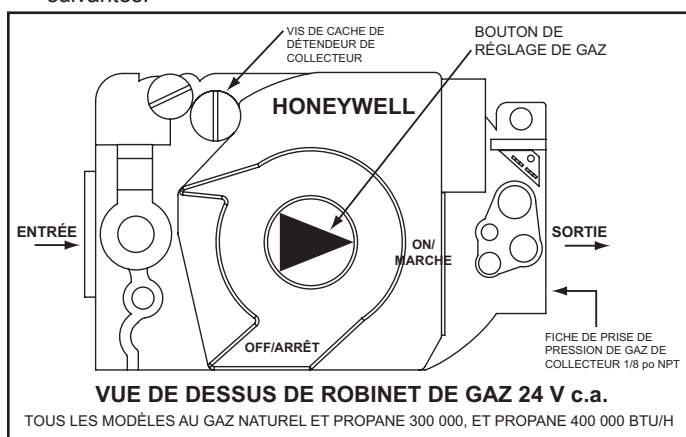
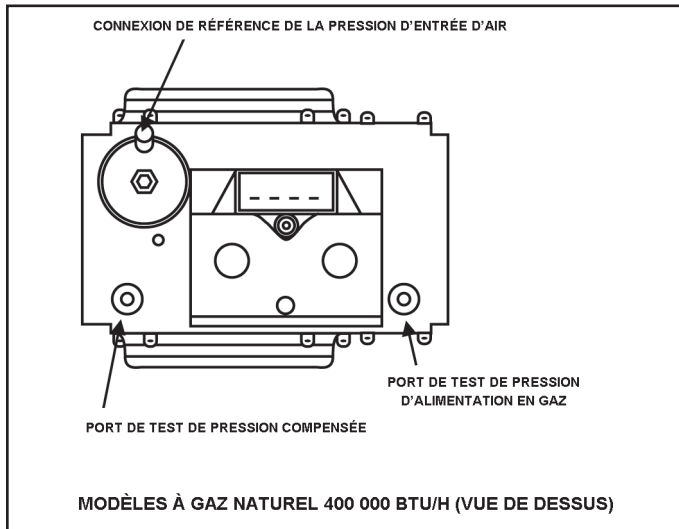

Figure 56
Figure 57
4. Appuyer légèrement sur le bouton de contrôle de gaz et tourner en position OFF, voir la Figure 56 à la page 50.
5. Patienter cinq (5) minutes pour éliminer tout gaz résiduel.
6. Connecter un manomètre (portée supérieure) sur un port de test disponible sur la conduite de gaz d'alimentation au niveau du chauffe-eau. Il y a un raccord en T 1/8 po NPT et un mamelon de tuyau installés pour le commutateur de gaz basse pression sur l'arrivée du robinet de gaz 24 V c.a. avec une fiche 1/8 po NPT à cet effet. Pour le modèle AJWSH130 400 au gaz naturel, connecter le manomètre au port de test de pression du gaz d'alimentation, voir Figure 57 à la page 51.
7. Connecter un manomètre (portée inférieure) sur le détendeur du collecteur à la sortie du robinet de gaz 24 V c.a., voir la Figure 56 à la page 50 pour l'emplacement.
1. Appuyer légèrement sur le bouton de contrôle de gaz et tourner en position ON, voir la Figure 56 à la page 50.
- Retirer la vis du couvercle du régulateur de pression de gaz de collecteur, voir la Figure 56.
3. Appuyer légèrement sur le bouton de contrôle de gaz et tourner en position OFF, voir la Figure 56 à la page 50.